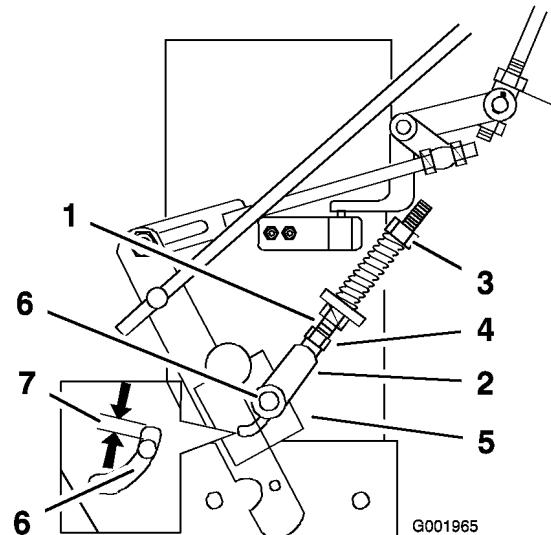

Figura 46
3. Afloje la tuerca de la horquilla (Figura 46).
4. Ajuste la longitud del conjunto de la varilla de punto muerto y la horquilla de manera que el pasador no entre en contacto con la parte de atrás de la ranura del soporte del brazo de control Figura 46).
5. Apriete la tuerca de la horquilla (Figura 46).